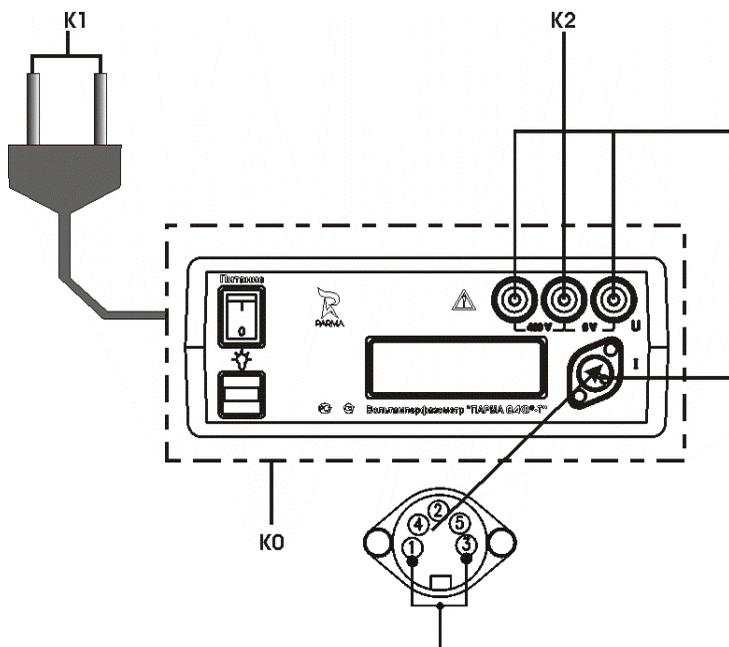

Рисунок 8
7.7.3.3 Обернуть корпус ВАФ фольгой, соединить со всеми доступными токопроводящими частями, образуя контакт К0 (рисунок 8).